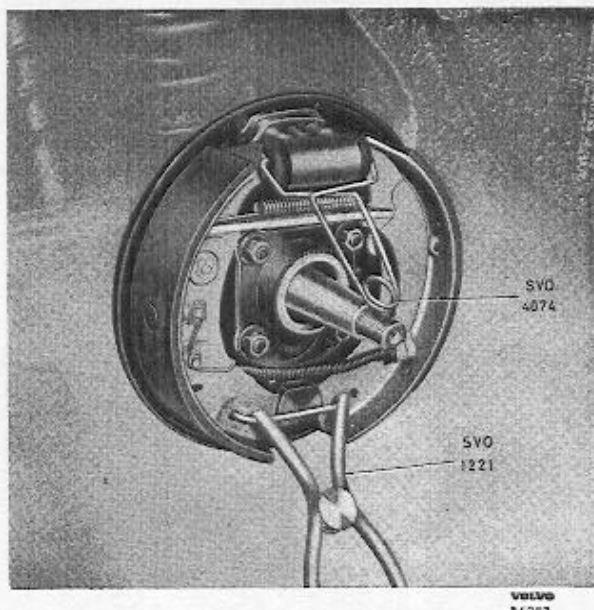

Abb. 18 Untere Feder entfernen
3. Klammer SVO 4074 an Radbremszylinder klemmen, damit die Kolben nicht herausgepreßt werden können. Untere Feder mit der Zange SVO 1221 entfernen, siehe Abb. 18. Sicherungsscheibe und andere Scheiben von der vorderen Bremsbacke entfernen. Bremsbacken nach außen drehen, damit die Handbremslasche ausgebaut werden kann. Bremsbacke und Rückholfeder nach vorn anheben, Handbremsseilzug lösen und beide Bremsbacken herausnehmen.